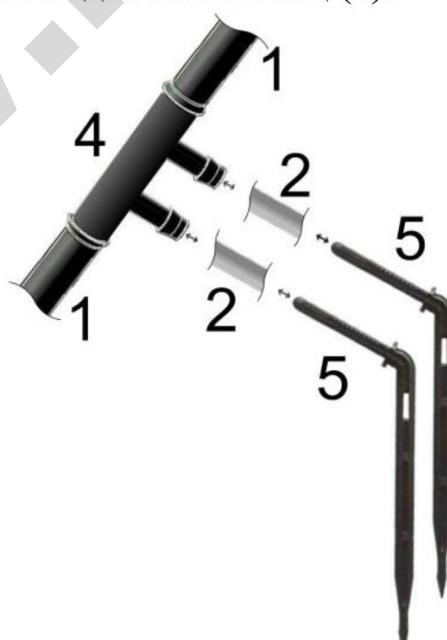

Рис.4
- Нарежьте шланг для капельниц (2) в соответствии с Вашей схемой посадки.
- Соедините малые разветвители (4) с капельницами (5) (Рис.4) при помощи Ваших нарезанных шлангов для капельниц (2).